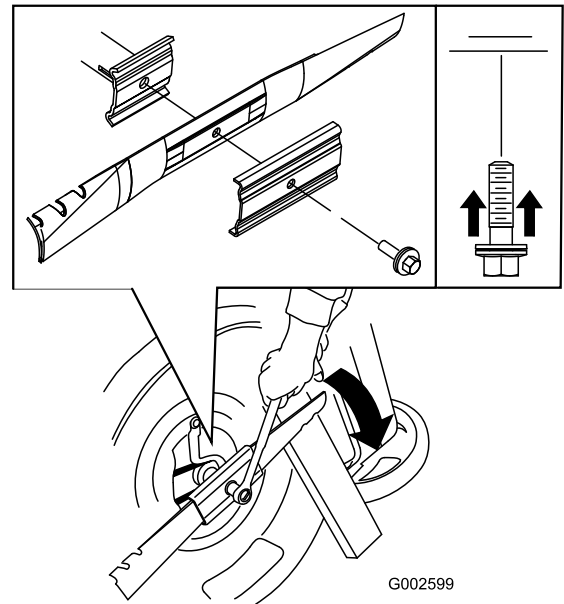

Figura 48
3. Utilice un bloque de madera para inmovilizar la cuchilla (Figura 48).
4. Retire la cuchilla, conservando todos los herrajes de montaje (Figura 48).
5. Instale la cuchilla nueva y todos los herrajes de montaje (Figura 48).